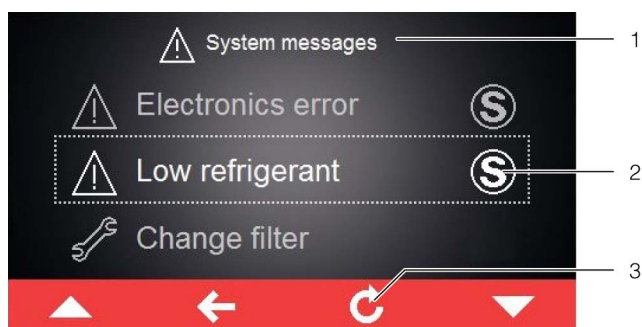

Fig. 24: Schermata con messaggi di malfunzionamento/guasto
In presenza di un messaggio di malfunzionamento/guasto non risolvibile in autonomia dall'utente e che non scompare automaticamente, al suo fianco e nella barra comandi, accanto al simbolo dei messaggi di sistema, viene visualizzata l'icona «Service» (fig. 24, pos. 2).